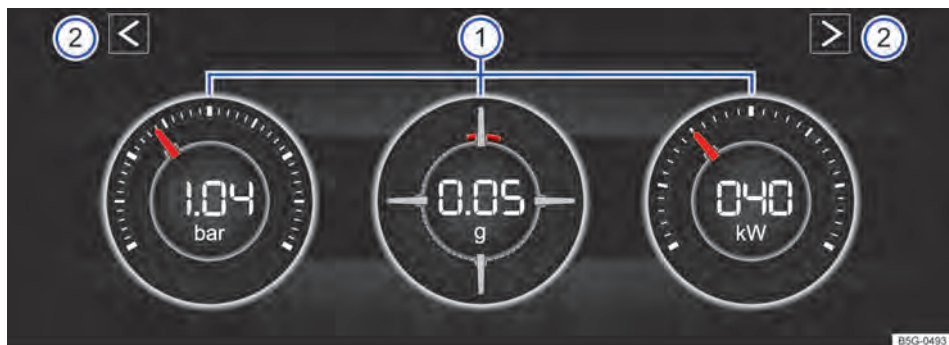
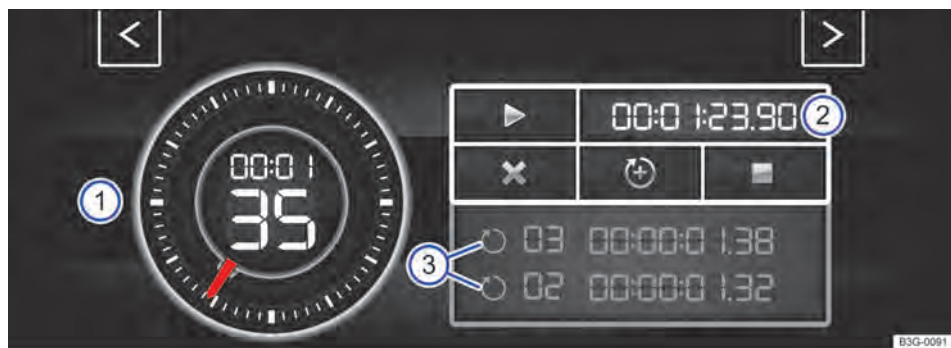
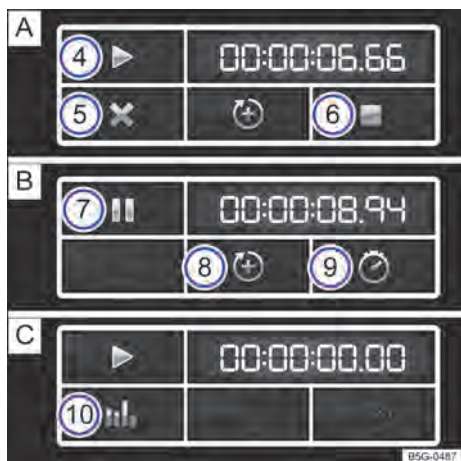

Fig. 29 Na tela do sistema Infotainment: módulo de potência.
Fig. 30 No display do sistema Infotainment: Laptimer com cronômetro, superfície de função e tempos de voltas.
Fig. 31 Superfície de função no display do sistema Infotainment: medição do tempo na volta **A** parada, **B** em execução e **C** concluída.
Legenda para Fig. 29
Se você desejar alternar entre o módulo de potência e o Laptimer → Página 48 toque em uma das teclas de seta à esquerda e à direita acima dos instrumentos em → Fig. 29 ②.
O display pode exibir, no máximo, três instrumentos simultaneamente. Cada um dos instrumentos pode ser selecionado para cada uma das áreas de exibição → Fig. 29 ① (esquerda, central, direita).
- **Indicação da pressão de carga:** a indicação da pressão de carga → Fig. 29 ① (à esquerda) exibe a pressão no circuito do ar de sobrealimentação entre o turcocarregador e o motor (na unidade “bar”). Quanto mais o ponteiro ficar à direita na escala, maior será a potência que o motor desprenderá.
- **Medidor de aceleração (G-Meter):** o medidor da aceleração (G-Meter) → Fig. 29 ① (central) indica na área central o valor da aceleração (na unidade “g”). A marcação vermelha na área disposta em tela indica a intensidade da aceleração e a direção da força que atua (conforme os princípios físicos contrários). Se você, por exemplo, conduzir para a esquerda, a marcação vermelha se moverá para a área direita do ▶
- **Indicação de potência:** a indicação de potência → Fig. 29 ① (à direita) exibe a potência do motor atualmente utilizada como valor digital e na escala adjacente (em kW).
Legenda para → Fig. 30 e → Fig. 31
Iniciar e continuar com a medição do tempo	Tocar a superfície de função para iniciar ou continuar ► → Fig. 31 A ④. Com a ignição desligada, não é possível nenhuma medição de tempo. É exibida uma mensagem no display. Pressionar Iniciar , para iniciar a medição do tempo. A medição do tempo inicia-se automaticamente, assim que o veículo se movimenta para frente. Se os dados forem restaurados na estatística, uma nova primeira volta pode ser iniciada.
Finalizar a medição do tempo	Tocar a superfície de função para finalizar ■ → Fig. 31 A ⑥.
Manter a medição do tempo	Tocar a superfície de função para pausar → Fig. 31 B ⑦.
- ⑦ Manter a medição do tempo
- ⑧ Iniciar a nova volta
- ⑨ Indicar tempo intermediário
- ⑩ Indicar estatística
- No módulo de potência, tocar uma das teclas de setas → Fig. 29 ②, para alternar para o Laptimer.
Com as teclas de seta → Fig. 29 ② ou → Fig. 30 você pode alterar a qualquer momento entre Laptimer e módulo de potência.
Iniciar a nova volta	Tocar a superfície de função para adicionar uma nova volta → Fig. 31 B ⑧. O último tempo da volta é salvo e uma nova volta é iniciada. O tempo total das voltas é indicado na estatística.
Cancelar a volta atual	Tocar a superfície de função para cancelar → Fig. 31 A ⑤. Com uma medição de tempo em execução, tocar a superfície de função para pausar II B ⑦. A medição do tempo é cancelada e o tempo da curva é apagado. É exibido --:--:-- na estatística.
Indicar tempo intermediário	Tocar a superfície de função para o tempo intermediário I → Fig. 31 B ⑨. O cronômetro → Fig. 30 ① para por alguns segundos e o tempo intermediário é indicado.
Indicar estatística	Após a finalização ou o cancelamento da medição do tempo, toque a superfície de função para a estatística → Fig. 31 C ⑩. A estatística indica o número de voltas, o tempo total, a volta mais rápida e a mais lenta, o valor médio de todos os tempos das voltas e todos os valores das voltas. Ao tocar a superfície de função III , você alterna para o menu anterior.
Restaurar os dados da estatística	Tocar a superfície de função para a estatística → Fig. 31 C ⑩. Excluir os dados, tocando a superfície de função Restaurar.